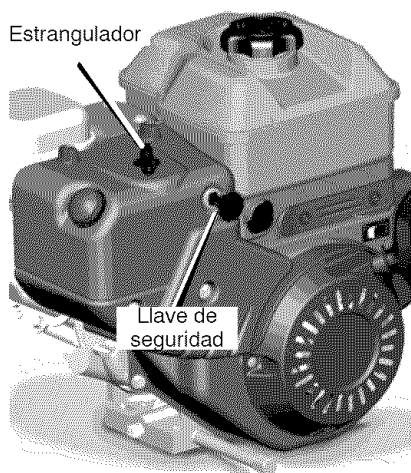

Figura 66
1. Quite el estrangulador (vea la Figura 66).